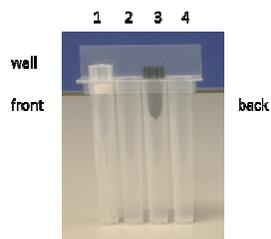

Figure 11: Tip Casette avec embouts de pipetage et perçage.
Vérifier si les embouts de pipetage et les embouts de perçage (3) sont placés dans l'ordre illustré dans la figure ci-dessous (Figure 11).